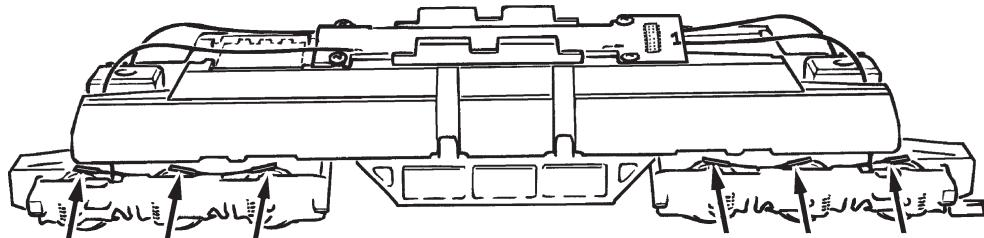

Fig. 4
**Aufrüstung:** Im beigelegten Zurüstbeutel finden Sie auch kleine vorbildgetreue Steckteile für eine erweiterte Aufrüstung Ihres Modells (Fig. 4), die Sie bitte **vorsichtig montieren. Achtung!** Kleben nur mit ausdrücklichem Hinweis.
**Fittings:** In the enclosed accessory bag you will find small kits to be fitted on your locomotive (fig. 4). Please **mount them cautiously**.
Le sachet joint comprend entre autres des petites pièces de finition conformes à la réalité et à rapporter avec précaution par le modéliste (fig. 4), si désiré. Attention: N'utilisez de la colle qu'aux endroits expressément indiqués aux dessins!